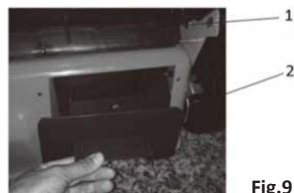

Fig.9
- Scoateți coșul de colectare a ierbii (Fig. 9 - elementul 1).
- Puneți dopul pentru mulcire în canalul de evacuare (Fig. 9 - elementul 2) și asigurați-vă că este poziționat corect.